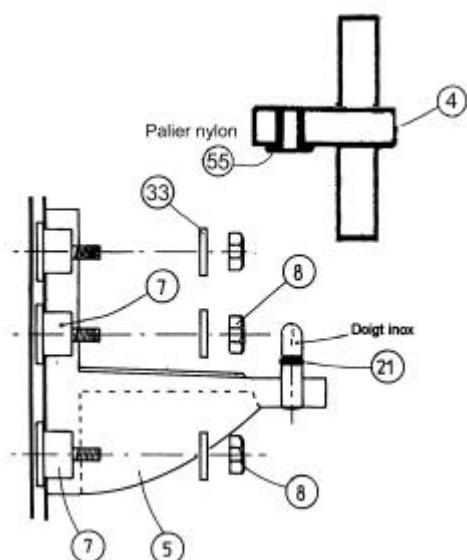

Fig.5
C - autant de fois 3 lardons (7) que de supports d'articulation (5). Voir fig. 5
III 4 b - Emboîter à fond une articulation/jonction (4) à l'extrémité supérieure du profil de 0.60 m (1) pour que la collerette en Nylon (55) de l'articulation / jonction (4) soit tournée vers le bas des profils. (fig. 5)
III 4 e - Monter et serrer les vis de jonction (9). Assembler ainsi de suite tous les profils de guindant (2) **sauf le dernier profil de 2 mètres (2)**. Rappel : veiller à toujours tourner les collerettes Nylon des articulations/jonctions (4) vers le bas de profils.(fig.5)
- tous les supports d'articulation (5). *Fig. 5*
III 5 b - Monter un support d'articulation (5) avec ces 3 lardons (7) **avec le doigt en inox vers le haut**. Monter sans le serrer un écrou Nylstop (8) sur chacun des lardons (7). Voir Fig. 5
III 5 c - Faire coulisser le support d'articulation (5) pour enfiler à fond son doigt inox dans le trou vertical de l'articulation/jonction (4). Fig.5 . Monter et serrer les 3 rondelles (33) et écrous Nylstop (8). Couple de serrage à respecter : 1 à 1,5 daN/m.